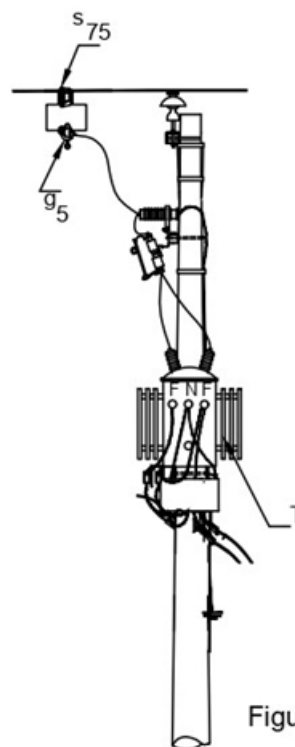

Figura 4
- En transformadores, conector cuña con estribo ET-356 y grapa para operar en caliente ET-352 . (Ver ejemplo figura 4)